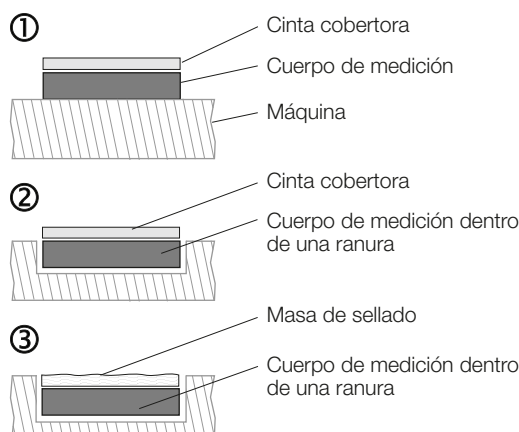

Fig. 4-3: Opciones de montaje para el cuerpo de medición
En condiciones ambientales normales, pegue el cuerpo de medición sobre una superficie plana. Opcionalmente se puede pegar la cinta cobertora como protección (véase Fig. 4-3, pos. 1).
En condiciones ambientales difíciles, inserte el cuerpo de medición por completo en una ranura de modo que no sobresalga por la superficie. Opcionalmente se puede pegar la cinta cobertora (véase Fig. 4-3, pos. 2).
En condiciones ambientales extremas, inserte el cuerpo de medición por completo en una ranura algo más honda y cubra con un material no magnético (p. ej., Uhu Endfest 300). En caso necesario, lije el material de sellado (véase Fig. 4-3, pos. 3).
- Opciones de montaje (véase Fig. 4-3, posiciones 1 y 2): pegar sobre la superficie, encajar en la ranura y pegar.